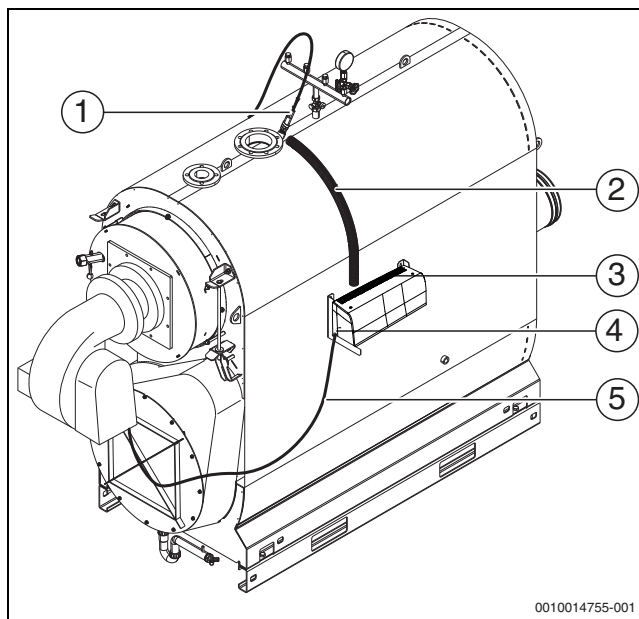

Fig. 23 Montarea cablului arzătorului
Senzorii limitatorului de temperatură de siguranță (STB) și ai termostatului (TR) trebuie montați în locul de instalare (→ fig. 23, pagina 24) pe latura superioară a cazanului.
Punctul de măsurare al cazanului se află deasupra corpului cazanului (→ fig. 23, [1], pagina 24).